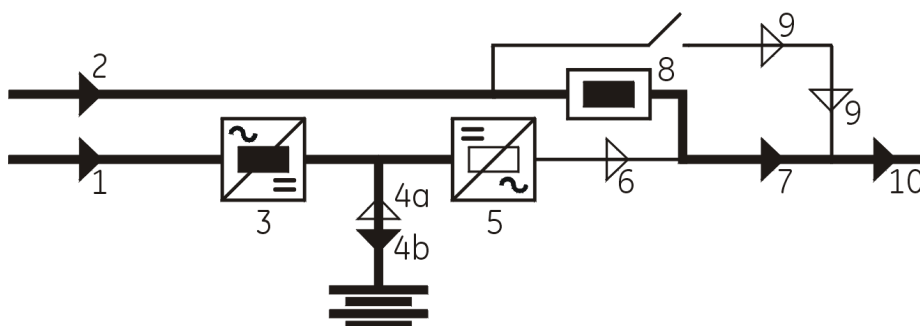

Рисунок 3. ЖК- дисплей показывает состояние «нагрузка на автоматическом байпасе»
7.2.3.1. Нажать кнопку остановки инвертора «Inverter OFF»  и удерживать, пока индикатор 5 (инвертор) не погаснет (см. рис. 3). При этом нагрузка переводится на питание через автоматический байпас, индикатор «Общая тревога» включится, а индикатор «Работа в штатном режиме»
- Установить выключатель ручного байпаса Q2 в положение «выключен» (OFF). Индикатор 9 (который своим свечением индицирует, что ручной байпас включен) погаснет. Питание нагрузки переходит на автоматический байпас (см. рис. 3 данной карты технологического процесса).